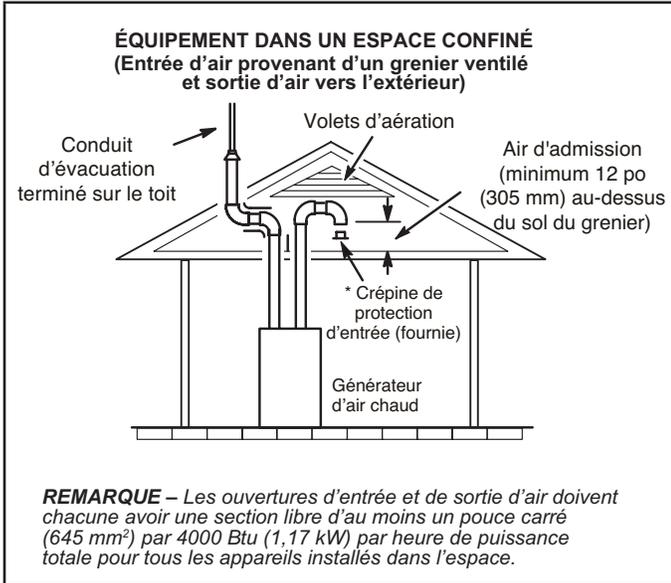
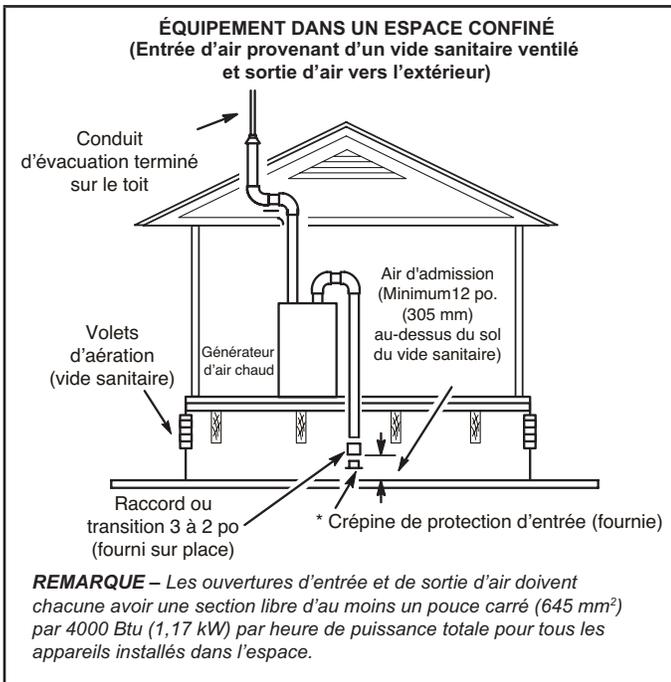

FIGURE 31
FIGURE 32
- 2 - Si l'air d'admission est aspiré d'un grenier ventilé (« FIGURE 31 ») ou d'un vide sanitaire ventilé (« FIGURE 32 »), la longueur de l'évacuation ne doit pas dépasser celle indiquée au « TABLEAU 6 ». Si un tuyau de 3 po de diamètre est utilisé, le réduire à 2 po de diamètre pour pouvoir installer la crépine anti-résidus.